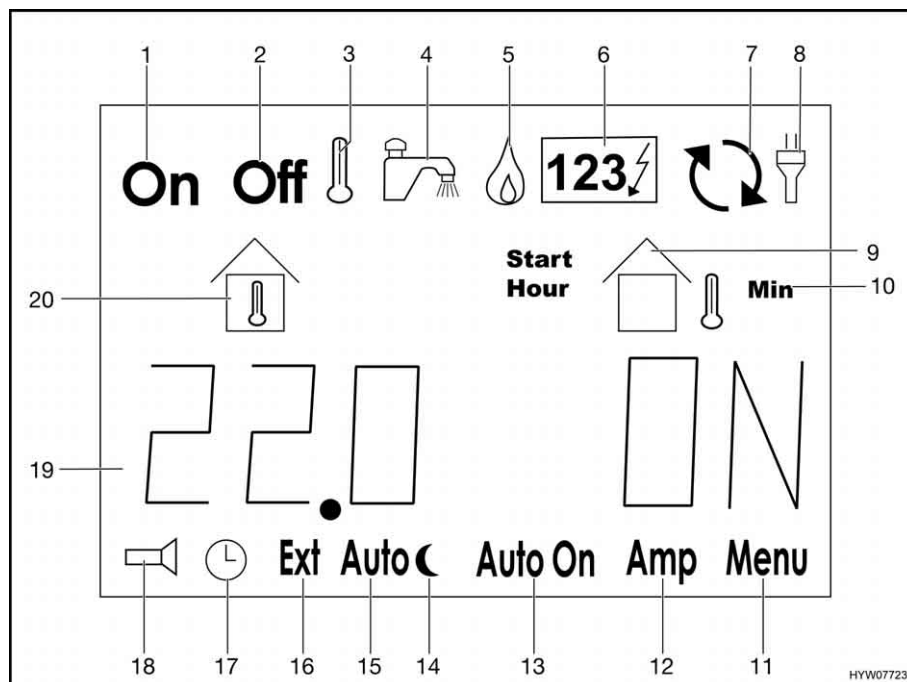

Fig. 122 Indicazioni sul display LCD
Nella riga informativa (Fig. 122,19) vengono indicati in forma testuale dati sulle temperature, tempi e stati di funzionamento oltre che alle segnalazioni di errore.
- Premere il tasto ">" (Fig. 121,4) finché il simbolo "" (Fig. 122,5) lampeggia.
- Premere il tasto ">" (Fig. 121,4) finché il simbolo "" (Fig. 122,6) lampeggia.
- Premere il tasto "▷" (Fig. 121,4). Il simbolo "Off" (Fig. 122,2) lampeggia.
- Premere il tasto "+/On" (Fig. 121,3). Il simbolo "On" (Fig. 122,1) lampeggia. Il riscaldamento si avvia automaticamente.
- Premere il tasto "▷" (Fig. 121,4). Il simbolo "On" (Fig. 122,1) lampeggia.
- Premere il tasto "-/Off" (Fig. 121,5). Il simbolo "Off" (Fig. 122,2) lampeggia. Il riscaldamento si spegne.